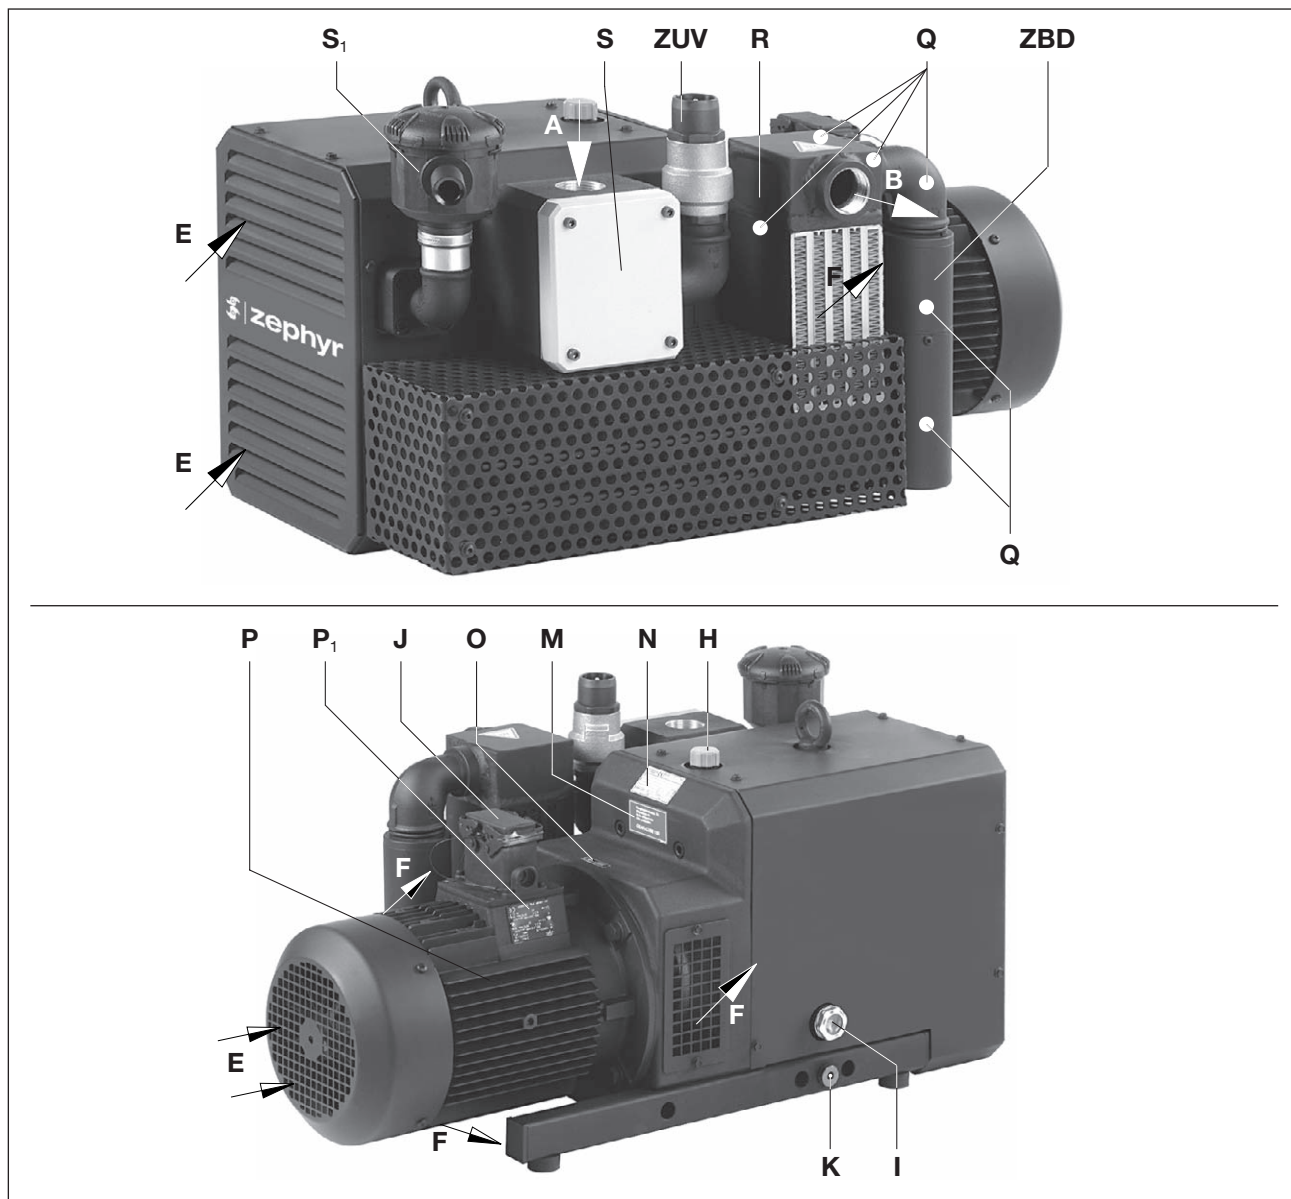

Fig. 2 Tryckvakuumpump C-KLR 80
ZEPHYR C-KLR omsluts av en dämpningshuv. För att transportera bort kompressionsvärmens sugskylluften genom mellan kompressorn och huvan, med hjälp av en trumluftare som suger in den friska kylluften (fig. 2/E) och blåser ut den uppvärmda luften vid kylluftutgången (fig. 2/F). Tryckluftteferkylaren (fig. 2/R) sörjer för en låg blåslufttemperatur.
ZEPHYR C-KLR drivs via en koppling (med elastomerdel) med flänsade trefasmotorer av standardtyp. Som skydd mot överbelastning finns seriemässiga begränsningsventiler (fig. 2/ZUV) och (fig. 2/ZBD) monterade.
Den nominella volymströmmen är 80 och 140 m3/h vid 50 Hz. Belastningsgränserna (bar) på sug- och trycksidan finns angivna på dataskylten (fig. 2/N). Volymströmmens relation till volymströmmen för övertryck visas i datablad D 883.
Oljepåfyllningspunkt (fig. 2/H), oljesiktglas (fig. 2/I) och oljeavtappning (fig. 2/K) måste vara lätt-tillgängliga.
Kylluftingångarna (fig. 2/E) och kylluftutgångarna (fig. 2/F) måste hålla minst 20 cm avstånd till intilliggande väggar. Kyluft som tränger ut får inte sugas in på nytt. För underhållsarbeten måste man framför insugningsfiltren (fig. 2/S, 2/S1) ha min. 40 cm avstånd
- a) Vakuumanlutning vid (fig. 2/A) och tryckanslutning vid (fig. 2/B).
Som skydd mot överbelastning finns seriemässiga begränsningsventiler (fig. 2/ZUV) och (fig. 2/ZBD) monterade.
- Fyll på smörjoljan (se „Underhåll“ avseende lämpliga sorter) för kuggjul och lager vid oljepåfyllningspunkten (fig. 2/H) till mitten av siktglasen (fig. 2/I).
- Uppgifter om motorns elektronik finns på märkskylten (fig. 2/N) eller på motorns märkskylt (fig. 2/P1). Motorerna uppfyller kraven i DIN EN 60034 och tillhör skyddsklass IP 55 samt isoleeringsklass F. Lämpligt kopplingsschema finns i motorns anslutningsbox (inte på versionen med kontaktdon). Motoruppgifterna måste jämföras med uppgifterna om det befintliga huvudnätverket (aktuell typ, spänning, nätverksfrekvens, tillåtet strömvärde).
- Anslut motorn via kontaktdonet (fig. 2/J) eller motorskydds-brytaren (av säkerhetsskäl måste en motorskydds-brytare användas och den anslutande kabeln måste installeras via en kabelgenomföring för att minska belastningen). Vi rekommenderar att motorskydds-brytare med fördröjd avstängning används, beroende på möjlig överström. Tillfällig överström kan förekomma när maskinen kallstartas.
Vid maskinens driftstemperatur kan yttemperaturerna på komponenterna (Fig. 2/Q) överstiga 70°C.